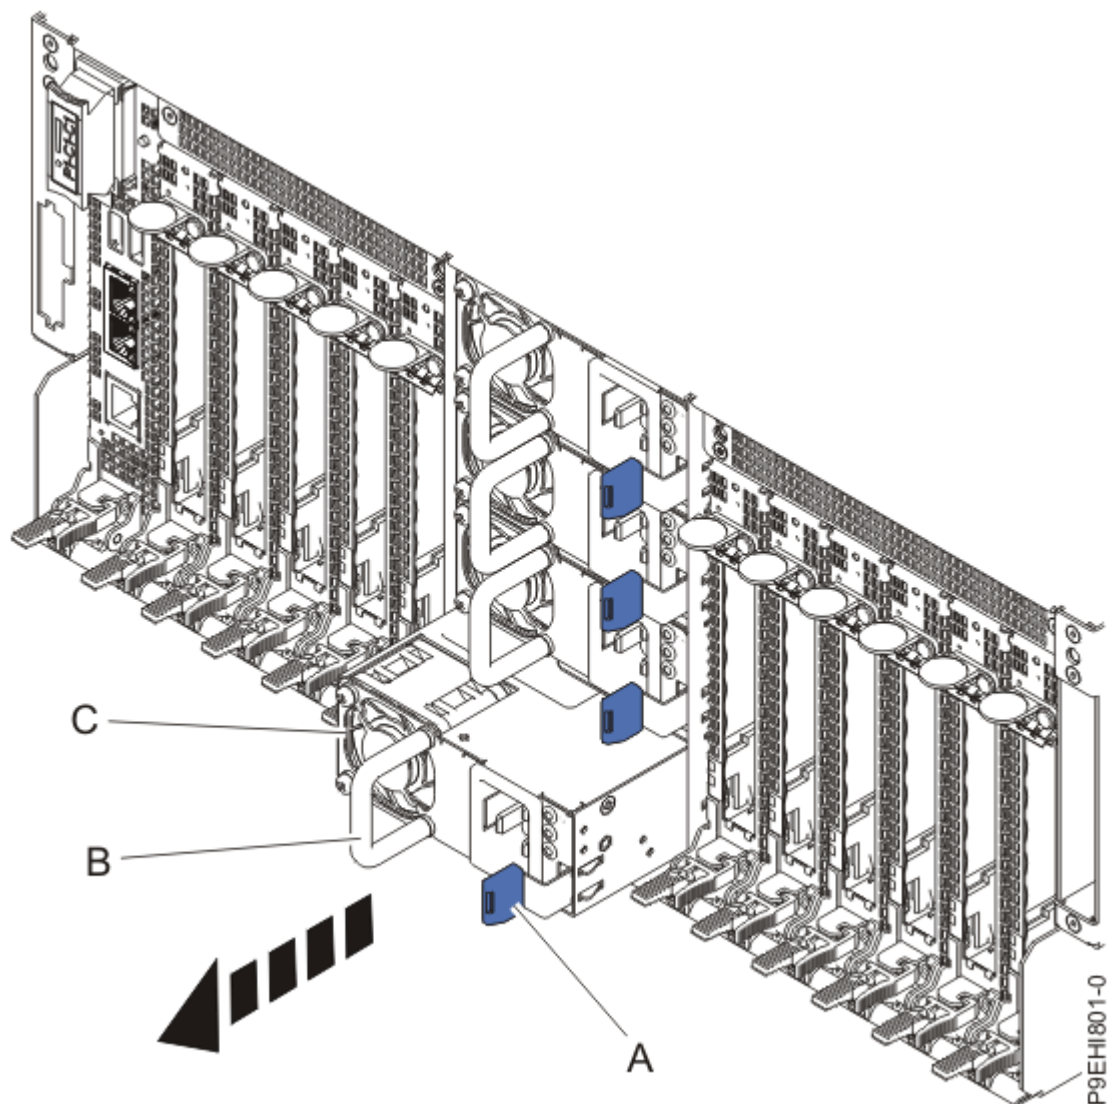

Figura 6. Extracción de una fuente de alimentación de la parte posterior del chasis del sistema
3. Presione la pestaña de sujeción **(A)** a la izquierda, como se muestra en la Figura 6 en la página 9.
4. Utilizando el asa **(B)**, tire de la fuente de alimentación para extraerla del sistema, tal como se muestra en la Figura 6 en la página 9.